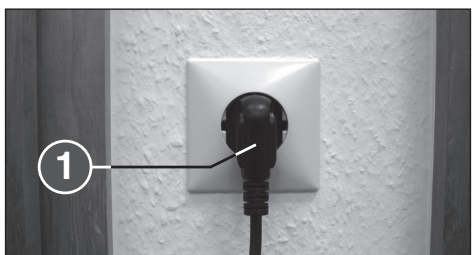

fig. 2
- Relier le cordon d'alimentation à la fiche d'alimentation électrique de la machine et branchez sur la prise secteur (1) (fig. 2) (voir les indications concernant le fusible auxiliaire requis pour la prise secteur dans les « CARACTERISTIQUES TECHNIQUES »).
- 1 = **Fiche secteur (fig. 2)**